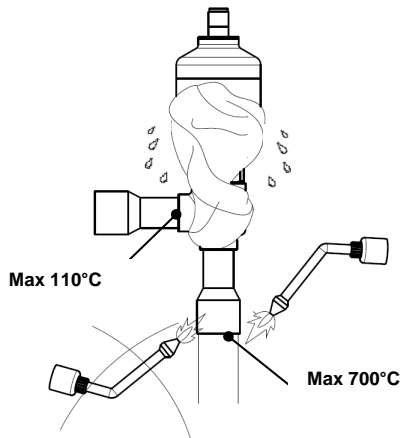

FIG. 2
- 4) During soldering dismantling the valve it is not necessary. During this process cover the valve with a wet rag and keep the flame away from the body. (See Fig. 2).
- 4) Non è necessario smontare la valvola durante la saldatura. Durante questo processo proteggere il corpo valvola con uno straccio bagnato ed evitare che la fiamma lo investa direttamente. (Vedi Fig. 2).